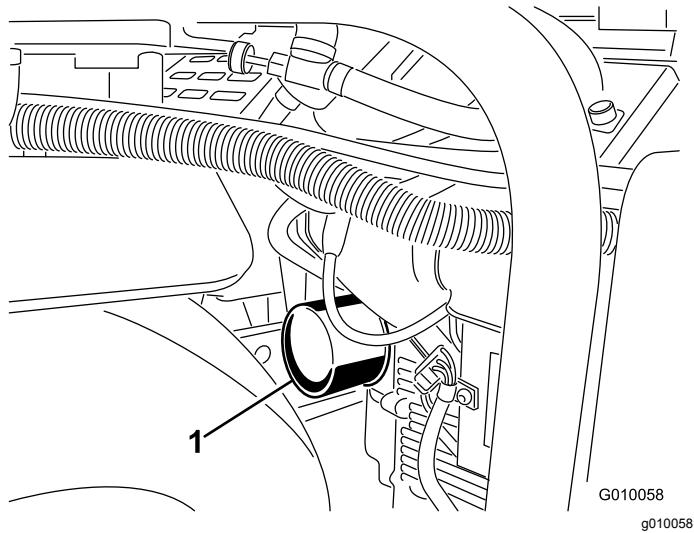
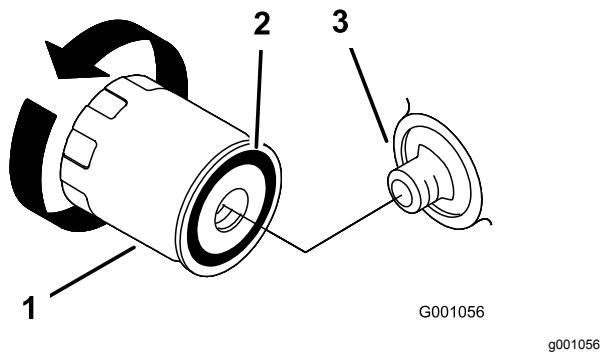

Figura 46
Figura 47
- Coloque un recipiente poco hondo o un paño debajo del filtro para recoger el aceite (Figura 46).
6. Retire el filtro usado (Figura 46 y Figura 47) y límpie con un paño la superficie de la junta del adaptador del filtro.